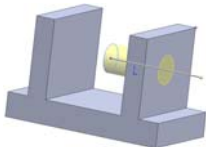

图 3-13 成形到一顶点
- [成形到一顶点]：从草图基准面拉伸到一个平面，这个平面平行于草图基准面且穿越指定的顶点，如图 3-13 所示。